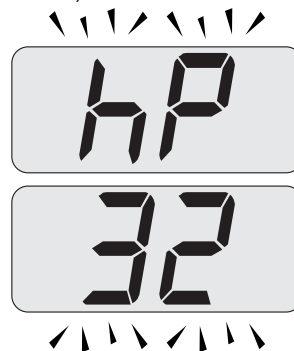

Figura 9.22
- Pulsando el botón 17 (Figura 9.19) se puede modificar la potencia en modalidad deshollinador: el display LCD muestra las letras **hP** que se alternan con el valor de temperatura del agua de calefacción (ej.32); estamos en la "función deshollinador" a la potencia mínima en calefacción (Figura 9.22).